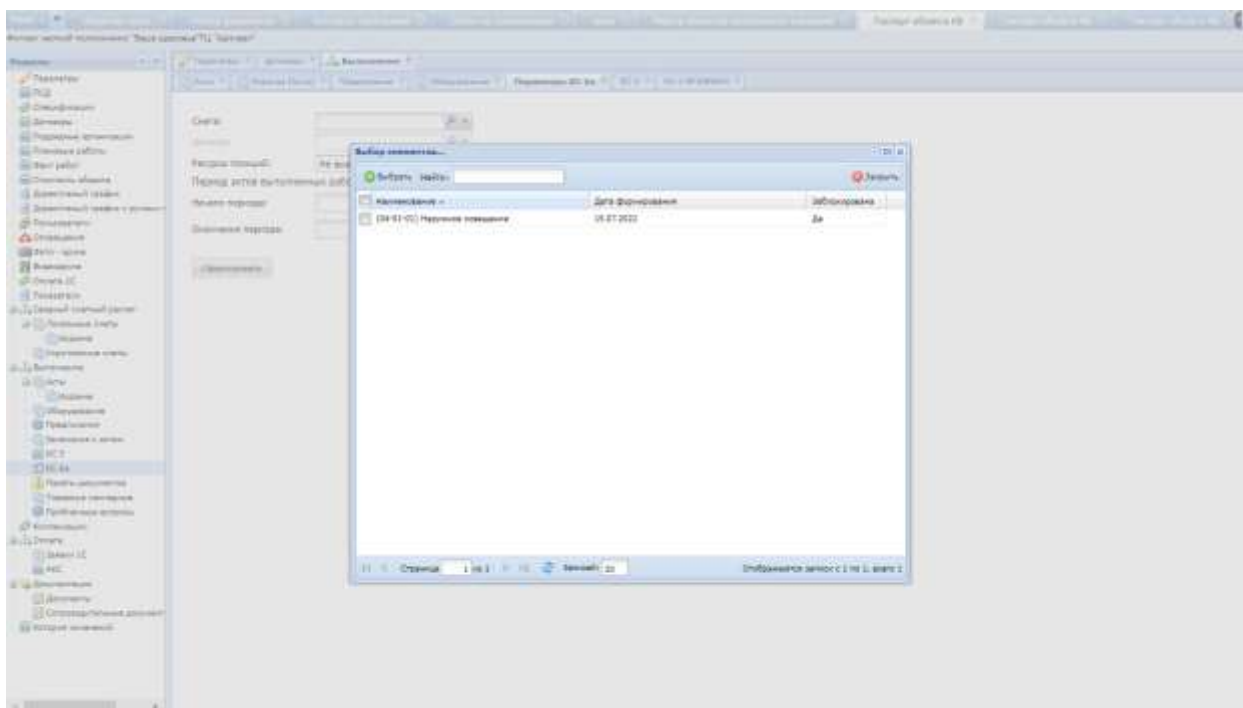

Рис. 167. Окно выбора смет
- Смета – по нажатию на  откроется окно выбора, в котором необходимо выбрать одну или несколько смет (Рис. 167);